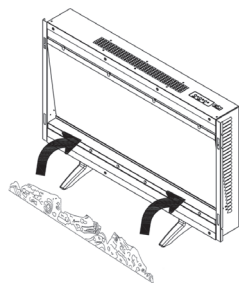

Figura 10
- Retire los troncos de imitación del embalaje y colóquelos a lo largo del módulo de iluminación en la posición que desee (véase figura 10).